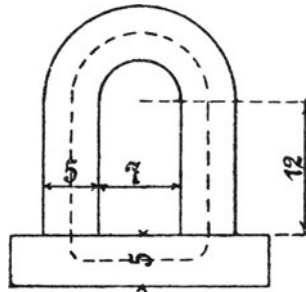

Fig. 63.
**163.** Ein Elektromagnet aus rundem Schmiedeeisen besitzt die in Fig. 63 eingezeichneten Dimensionen. Der Anker hat quadratischen Querschnitt. Wie groß ist die Tragkraft, wenn durch seine 400 [600] (1000) Windungen ein Strom von 12,5 [10] (5) A fließt?